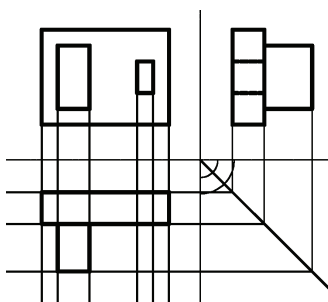

图 2-38 绘制可见轮廓线
5) 在“常用 | 图层”中选择“粗实线”图层, 使之成为当前图层。执行“直线”命令 (L), 根据“主视图”和“左视图”所自动创建的构造线绘制“俯视图”中的可见轮廓线。如图 2-38所示。